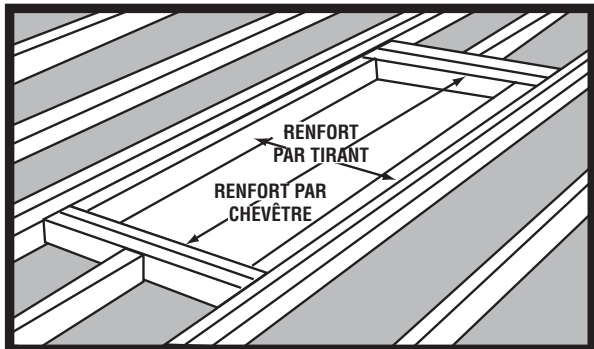

FIGURE 2
- S'il est nécessaire de couper des solives du plafond : **NE MANQUEZ PAS** de fixer les membres coupés à d'autres solives avec un chevêtre ou un tirant comme renfort, des mêmes dimensions (Voir les FIGURES 2 et 3).